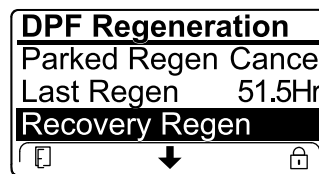

Figura 53
- Se o computador do motor não tiver pedido uma regeneração de recuperação e percorrer a opção REGENERAÇÃO DE RECUPERAÇÃO, a regeneração de recuperação bloqueia e o ícone de bloqueio (Figura 53) surge no canto inferior direito do InfoCenter.